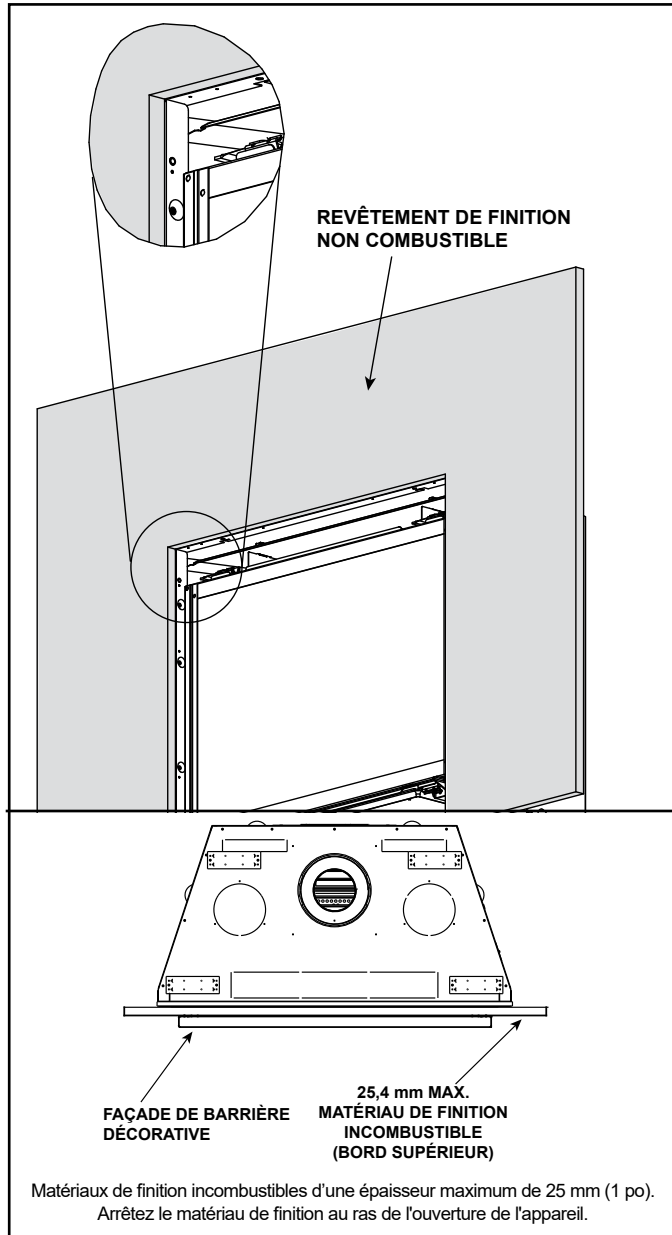

Figure 10.14 Matériaux de finition incombustibles d'une épaisseur de 25 mm (1 po) ou moins - Façades à ajustement superposé
- A. Matériau de finition d'une épaisseur de 25 mm ou moins : Utiliser avec les façades à ajustement superposé. Les bandes de finition ne sont pas nécessaires. Voir la figure 10.14.